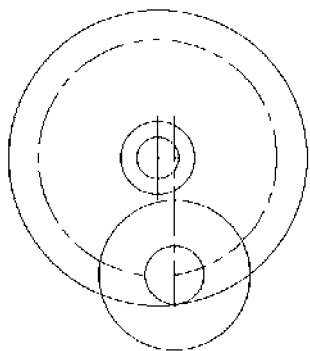

图 2-65 绘制 R90mm 的圆
4) 绘制 R90mm 的圆。单击圆按钮，在弹出的立即菜单中选择【圆心_半径】、【半径】、【无中心线】选项，以 $\phi 26\text{mm}$ 的圆心为圆心、90mm 为半径绘制圆，操作结果如图 2-65 所示。